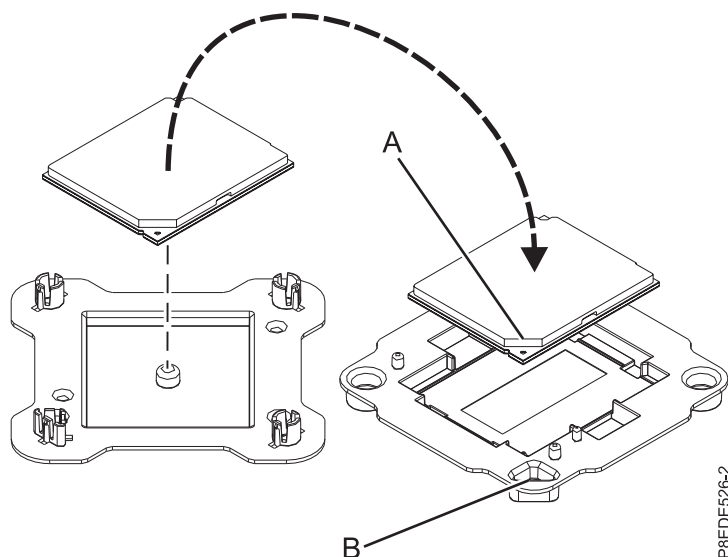

Figura 21. Colocando o módulo de processador do sistema na embalagem
11. Pressione levemente o módulo de processador do sistema que você substituiu pelas bordas e levante-o para fora da tampa da embalagem. Alinhe o canto chanfrado do módulo (A) ao canto da embalagem com triângulo (B) e coloque-o na embalagem, conforme mostrado na Figura 21. Feche a tampa da embalagem.